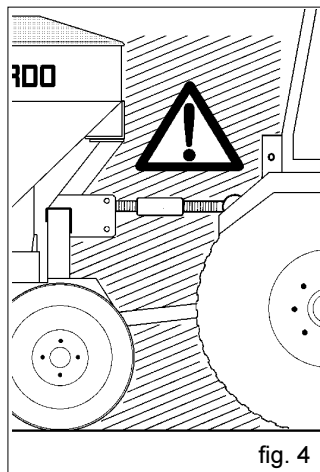

fig. 4
- 25) Es ist strengstens verboten zwischen den Schlepper und den Anschluß zu treten, um die Hubsteuerung von aussen zu betätigen (Abb. 4).
- 26) Es ist strengstens verboten, bei laufendem Motor und eingeschalteter Kardanwelle zwischen Schlepper und Gerät zu treten (Abb. 4). Man darf sich nur zwischen die Teile begeben, nachdem die Standbremse betätigt und die Räder mit einem Keil oder Stein geeigneter Größe abgesichert wurden.